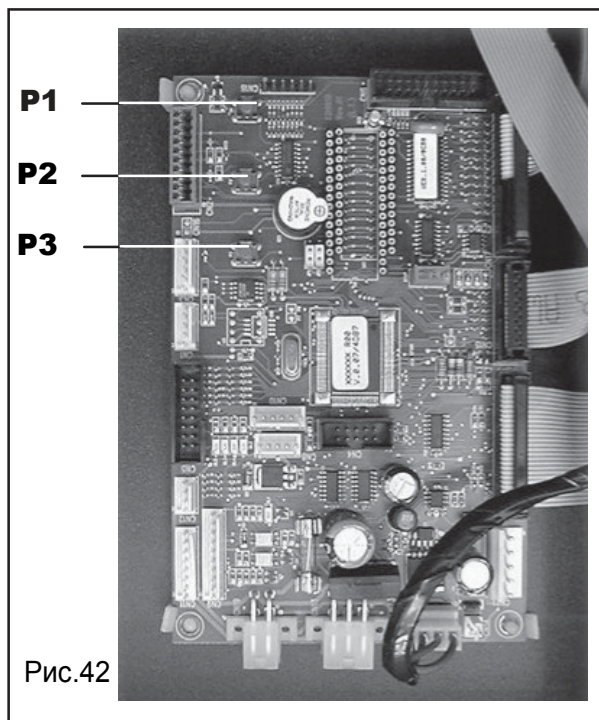

Рис.42
- Этикетки с названиями и ценами напитков должны быть вставлены в специальные слоты в соответствии с рис. 42
Электронная плата центрального процессора имеет три кнопки, позволяющие выполнять операции по программированию или обслуживанию (Рис. 42).
### Кнопка P1 (Рис. 42)
### Кнопка P2 (Рис. 42)
### Кнопка P3 (Рис. 42)
Открыть дверь, вставить тестовый ключ (Рис. 21) и нажать кнопку **P1** на плате центрального процессора (Рис. 42) для входа в меню программирования.